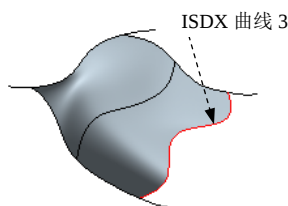

图 10.4.5 移动 ISDX 曲线 3
(1) 通过移动 ISDX 曲面中的 ISDX 曲线来改变曲面的形状。
① 移动图 10.4.5 中的 ISDX 曲线 3 至图 10.4.5 所示的位置。